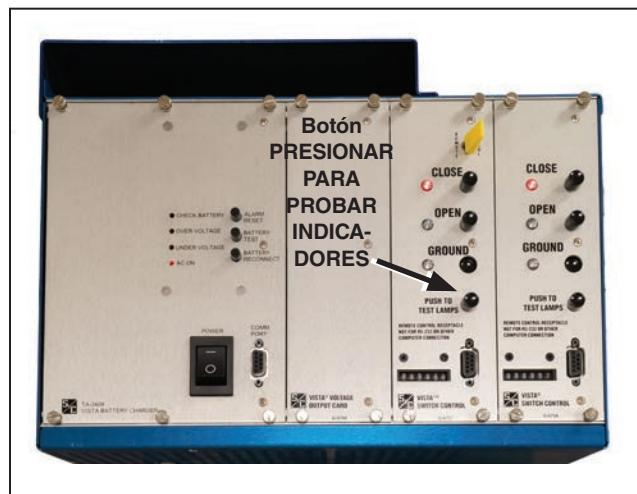

Figura 131. El botón PUSH TO TEST LAMPS (PULSAR PARA PROBAR LAS LÁMPARAS) en el tablero de control.
**PASO 2.** Verifique que todas las pantallas LED funcionan pulsando el botón PUSH TO TEST LAMPS (PULSAR PARA PROBAR LAS LÁMPARAS) en cada tablero de control. Ver Figura 131.
**PASO 3.** Lleve a cabo las siguientes operaciones usando los botones de tablero de control, como se muestra en la Figura 131: